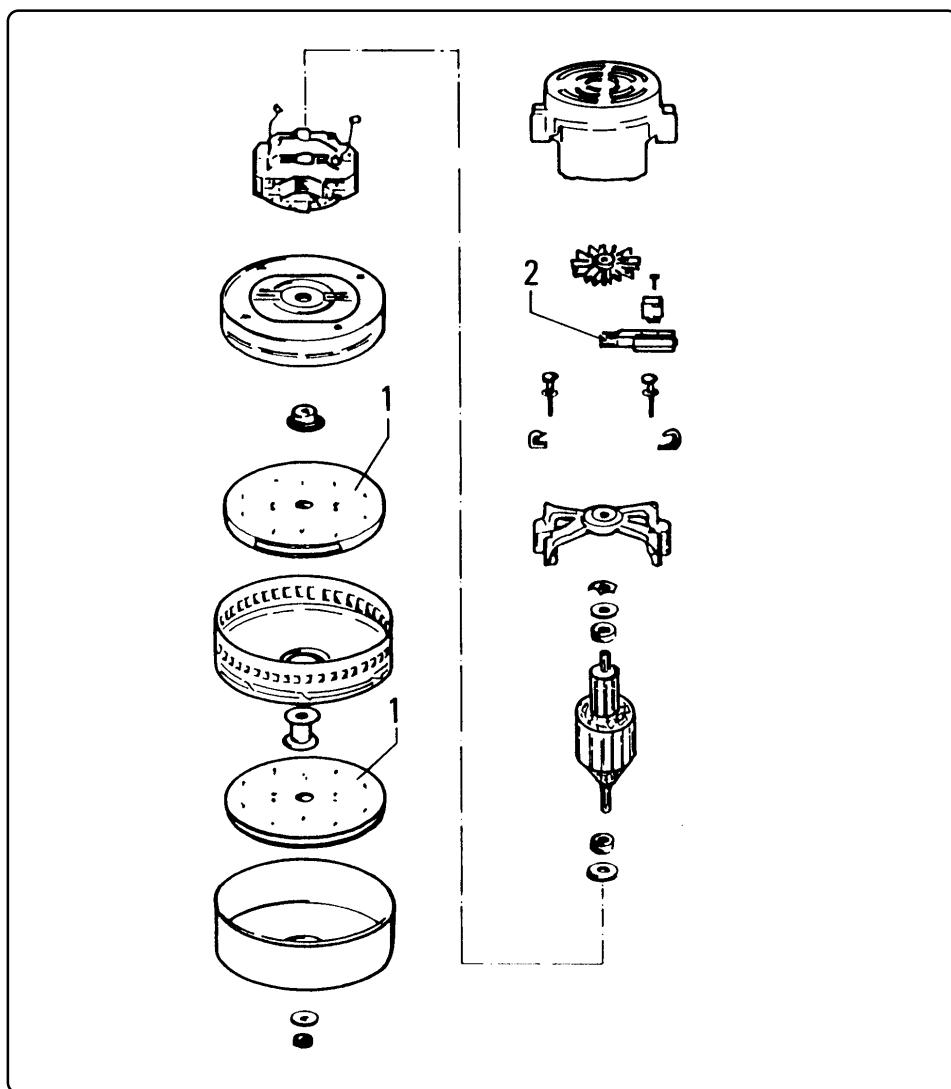

Fig. 7.5.3
**7.5.4 - Verifica lo stato del motore aspirazione (fig. 7.5.3)**
**7.5.4 - Checking the condition of the suction motor (fig. 7.5.3)**
**7.5.4 - Vérification de l'état du moteur d'aspiration (fig. 7.5.3)**
**7.5.4 - Control del estado del motor de aspiración (fig. 7.5.3)**